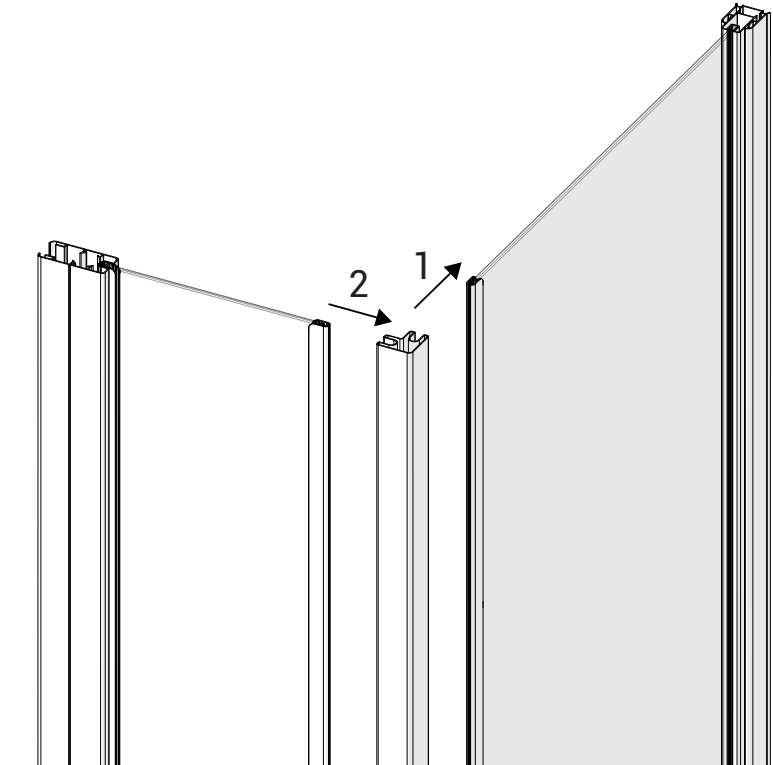

Fig. 2.3
I. Pour installer un retour fixe en angle, retirez le profilé rond du panneau latéral et insérez le profilé d'angle à sa place. Figure 2.3